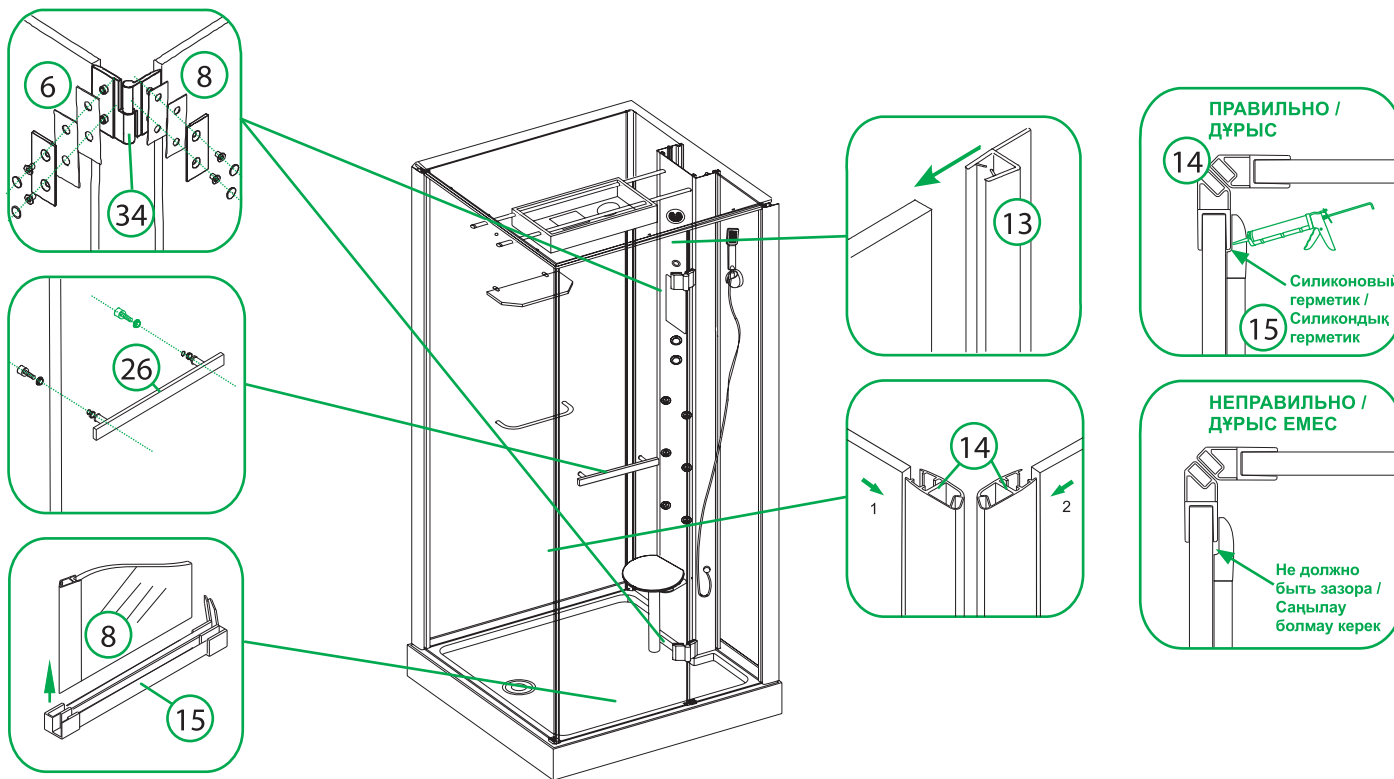

Рис. 12 / 12-сур.
11. Установите стеклянную дверь, ручку, магнитные и ПВХ-уплотнители (рис.12).